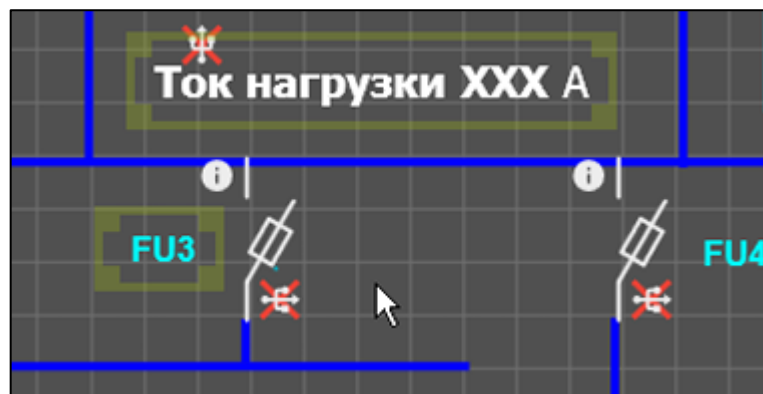

Рисунок 59
- Способ 2 – поэлементный выбор элементов. Осуществляется при зажатой клавише Ctrl на клавиатуре и указанием нажатием левой кнопкой мыши требуемых элементов схемы (рисунок 59).